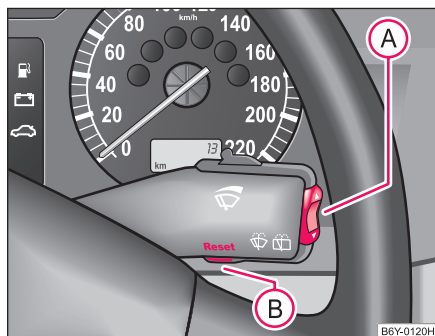

Fig. 11. Display-ul de informații: Elemente de comandă.
- Meniul se activează prin apăsarea tastei **A** ⇒ Fig. 11, mai mult de o secundă.
După 10 secunde, sau după apăsarea tastei **A** ⇒ **Pagina 22, Fig. 11**, informațiile referitoare la defecțiuni sunt sortate și vor fi afișate sub indicația **CAR STATUS. (STAREA AUTOVEHICULULUI)**.